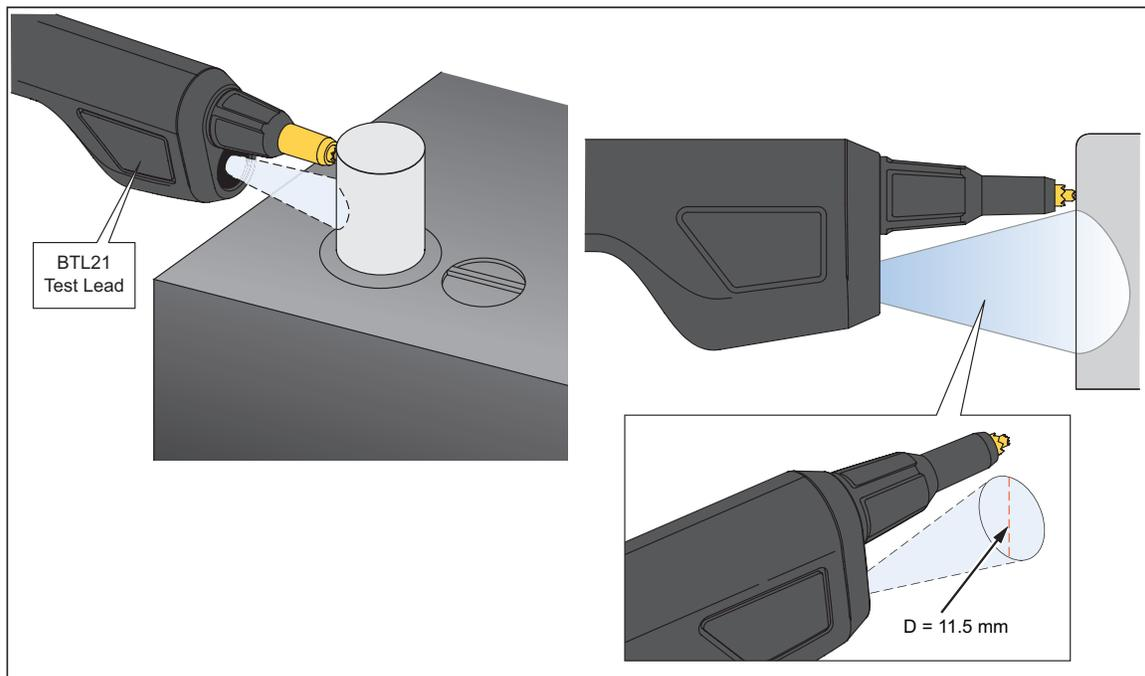

Abbildung 4-5. Messen der Temperatur eines Batteriepols
2. Richten Sie die Messsonde so aus, dass der gesamte Lichtstrahl auf den Batteriepol fällt. Siehe Abbildung 4-5.
Abbildung 4-5 zeigt den Messbereich eines Batteriepols.